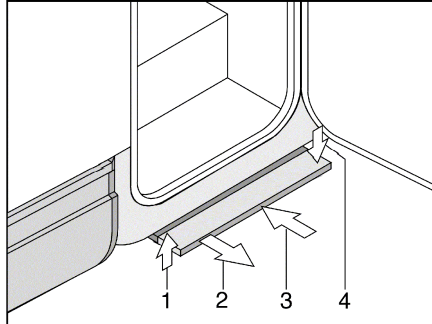

Fig. 7 Scalino di ingresso a comando meccanico
Estrazione: ■ Tirare lo scalino di ingresso in avanti (Fig. 7,2), finchè non si innesta.
Ritrazione: ■ Sollevare leggermente lo scalino di ingresso (Fig. 7,1).
■ Spingere lo scalino di ingresso al di sotto del pavimento del veicolo fino all'arresto (Fig. 7,3). Prestare attenzione che lo scalino di ingresso si innesti (Fig. 7,4).